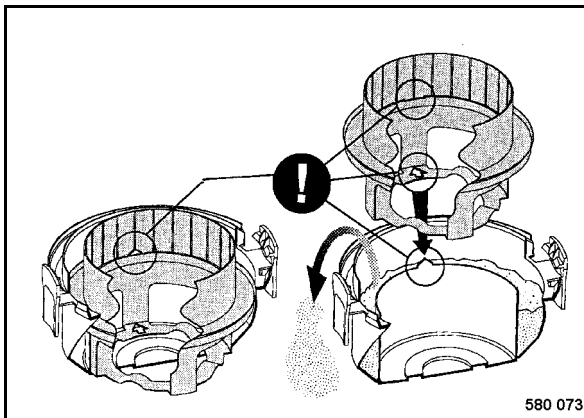

Fig. 178
- Sacar la parte interior (Fig. 178) y quitar el polvo de la tapa.